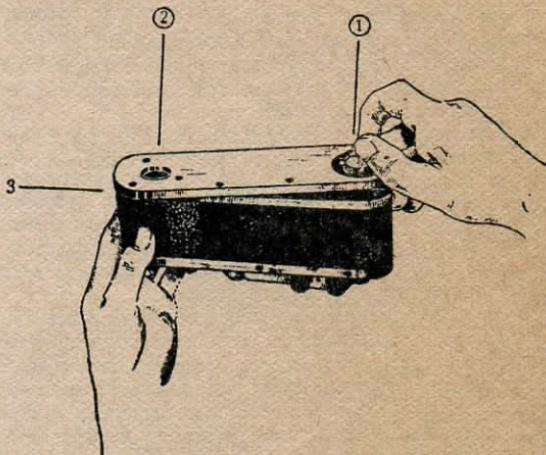
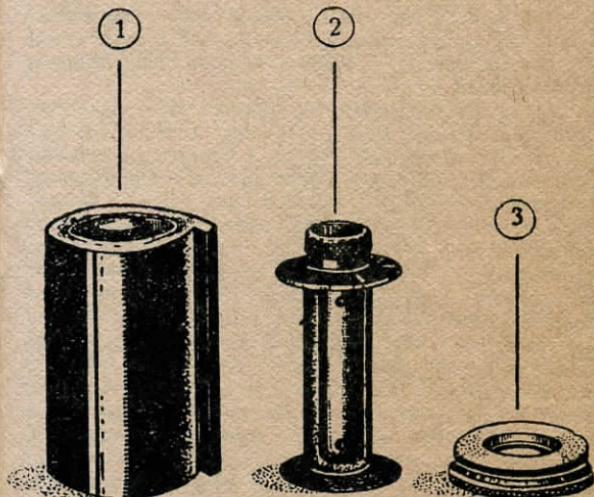
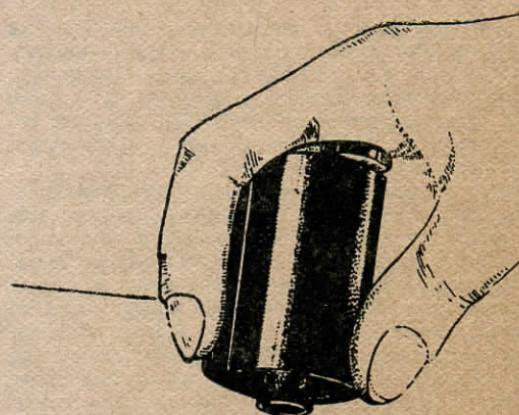

Рис. 2. Снятие нижней крышки аппарата „ФЭД“. 1) Складная поворотная ручка. 2) Штативная гайка. 3) Стержень.
Рис. 4. Кассета аппарата «ФЭД» в собранном (1) и разобранном виде. 2) Кассетная катушка. 3) Кольцо - крышка.
Рис. 5. Открывание кассеты.
На нижней (с'емной) крышке аппарата (Рис. 2) имеется замок со складной поворотной ручкой (1), а также штативная гайка (2) для укрепления аппарата на штативе, при с'емке с выдержкой.
Держат аппарат нижней съемной крышкой вверх и снимают, как выше было указано, нижнюю крышку аппарата (Рис. 2). Затем вынимают из аппарата кассету, находящуюся справа и аппаратную катушку, находящуюся слева. Теперь отодвигают аппарат сторону и раскрывают кассету (Рис. 4), нажимая головкой кассетной катушки о доску стола (Рис. 5). В результате кольцо-крышка (Рис. 4/3) освобождается из кассеты и из корпуса вынимают кассетную катушку (Рис. 4/2).